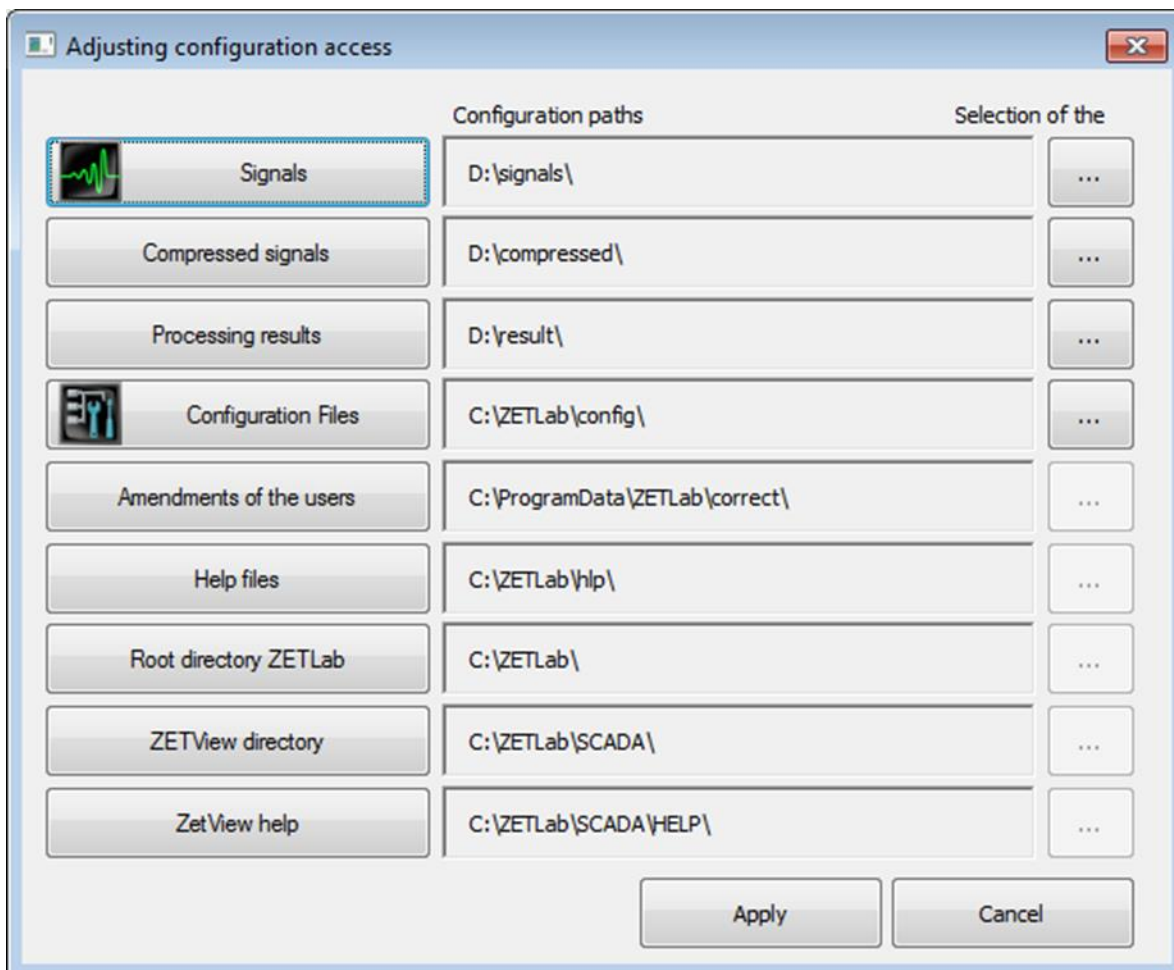

Figura 3.2 Ventana Ajuste del acceso a la configuración “Adjusting configuration access”
En la ventana de Ajuste del acceso a la configuración “Adjusting configuration access” (Figura 3.2) habilitar el panel «...» para cada uno de los directorios correspondientes al tipo de datos guardados (señales, señales comprimidas), verá la ventana de Elección del directorio “Choose the directory”. Aquí se puede asignar la ruta de configuración y activar la tecla Aplicar “Apply”.
4) Seleccione el intervalo de tiempo necesario y active la tecla Aplicar “Apply”. Se iniciará el proceso de almacenamiento y conversión de archivos en los directorios de los archivos para almacenar las señales y datos de las señales comprimidas (*Figura 3.2*).